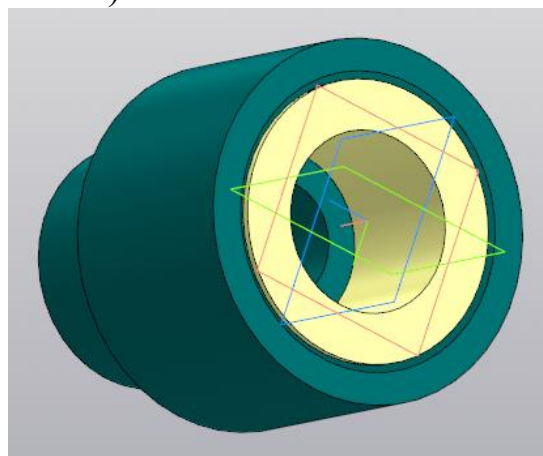

Рисунок 153.
4. Кольцо встанет в корпус (рисунок 153).